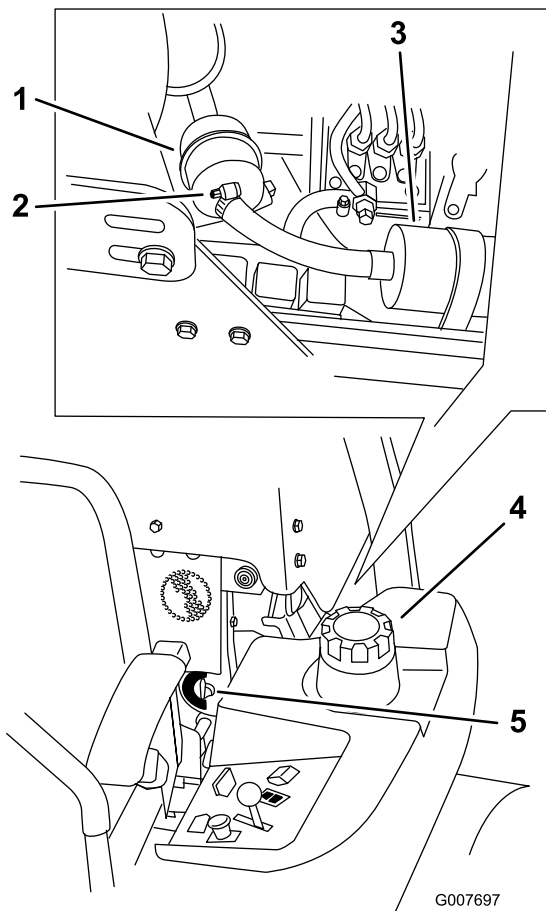

Figure 66
4. Fermez le robinet d'arrivée de carburant (Figure 66).
5. Desserrez les 2 colliers de flexibles et débranchez les conduites d'alimentation du filtre à carburant (Figure 66).
6. Remplacez le filtre. Branchez les conduites d'alimentation au filtre à carburant et montez les 2 colliers de flexibles (Figure 66).